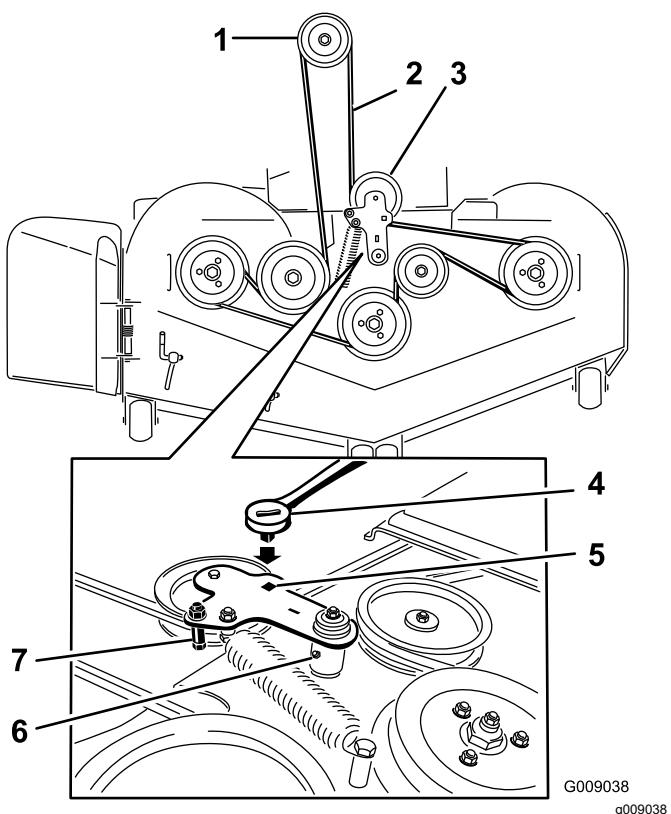

Figura 98
5. Utilize uma lingueta no orifício quadrado no braço intermédio para retirar a tensão da mola intermédia (Figura 98).
7. Retire a guia da correia no braço intermédio da mola (Figura 98).
9. Instale a nova correia à volta das polias do cortador e da polia da embraiagem por baixo do motor (Figura 98).
10. Coloque a guia da correia no braço intermédio (Figura 98).
11. Utilizando a lingueta no orifício quadrado, instale a mola intermédia (Figura 98).